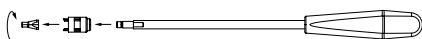

Fig. 1
- Desmontar o instrumento introdutor de parafusos de travamento com uma chave de forqueta de 6 mm, ver Fig. 1.